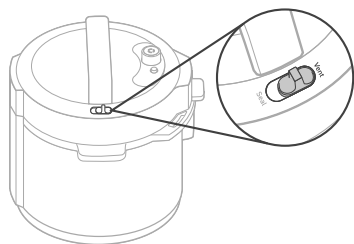

Figura 1.2
- Quando si cucina con una funzione di cottura non a pressione, spostare sempre l'interruttore di rilascio del vapore su **'Vent'**. **[Figura 1.2]**